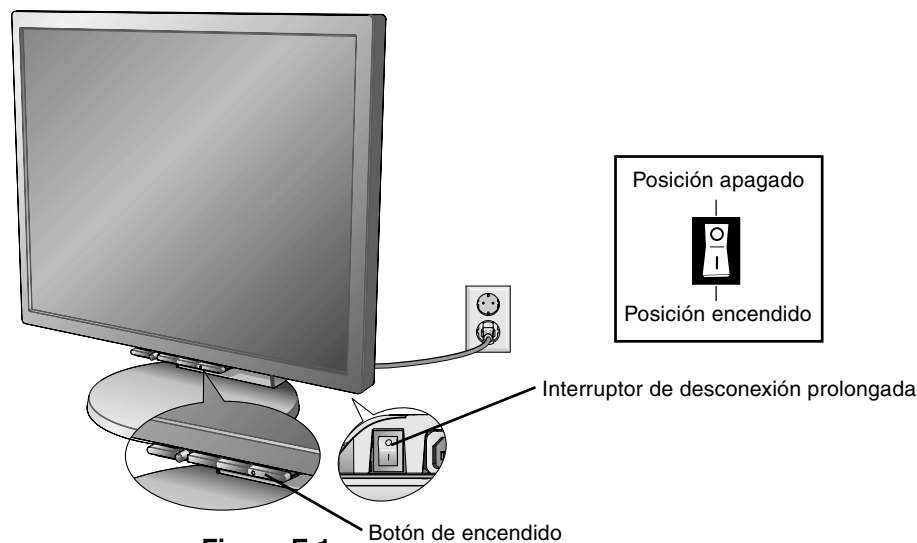

Figura E.1
8. Conecte el cable de alimentación a la toma de corriente (**figura E.1**).
9. El interruptor de desconexión prolongada que hay en la parte trasera del monitor debe estar encendido (**figura E.1**). Encienda el monitor con el botón de encendido frontal y ponga en marcha el ordenador.